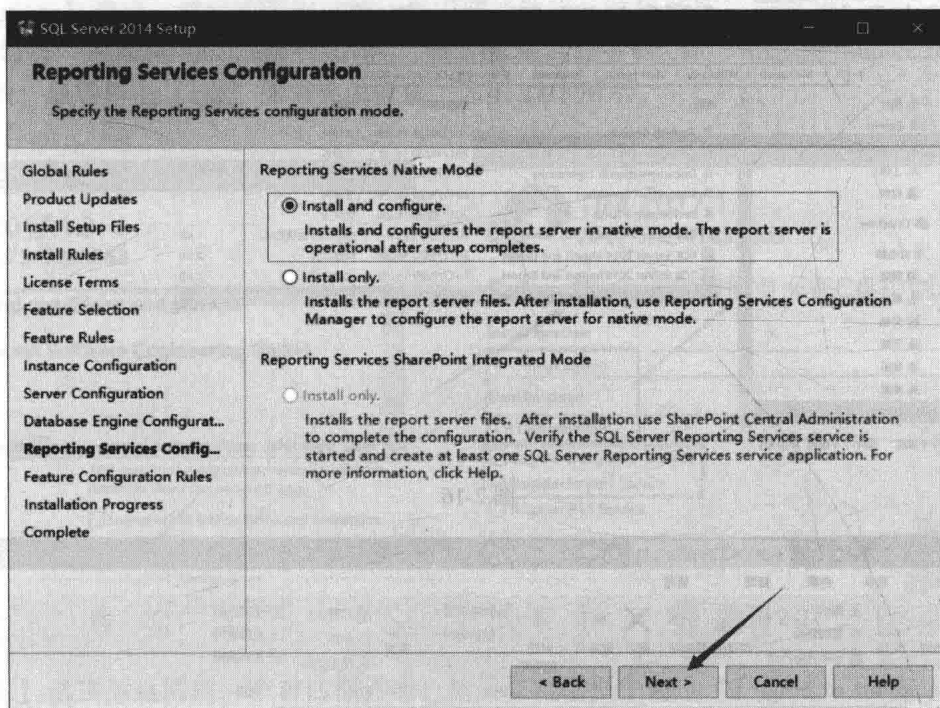

图 2-14
(9) 在弹出的【Reporting Services Configuration】对话框中单选“Install and configure (安装和配置)”选项, 然后单击【Next】选项, 如图 2-14 所示。